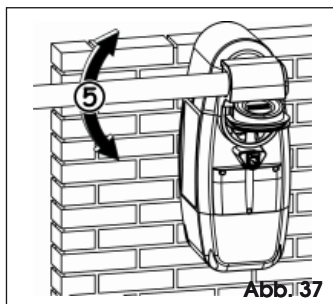

Abb. 37
3. Die Stange manuelle bewegen, Abb. 37